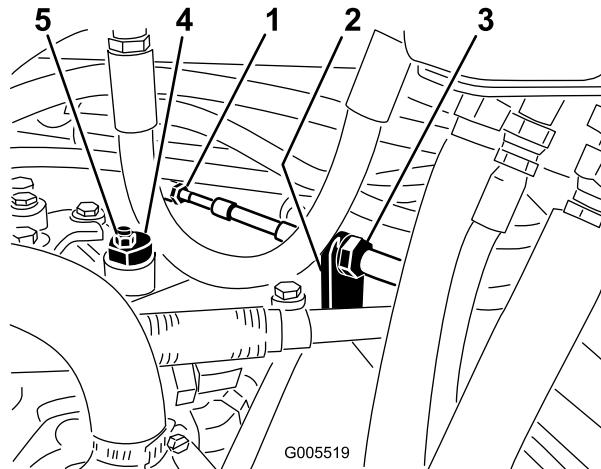

Bild 55
A. Lösen Sie beide Klemmmuttern, mit denen der Fahrantriebs-Bowdenzug an der Trennwand am Hydrostat befestigt ist (Bild 55). Achten Sie darauf, dass die Klemmmuttern gleichmäßig gelockert sind und eine ausreichende Einstellung ermöglichen.
Hinweis: Lösen Sie die Mutter, mit der der Exzenter oben am Hydrostat befestigt ist (Bild 55).
- C. Drehen Sie den Ekzenter, bis kein Kriechen in jeder Richtung auftritt. Ziehen Sie die Schraube fest, wenn sich das Rad nicht mehr dreht, um den Ekzenter und die Einstellung zu arretieren (Bild 55). Überprüfen Sie die Einstellung mit dem Gasbedienungshebel auf „Langsam“ und auf „Schnell“.
- D. Ziehen Sie die Sicherungsmuttern, mit denen der Bowdenzug an der Trennwand befestigt ist, gleichmäßig von der Innenseite der Trennwand fest (Bild 55).